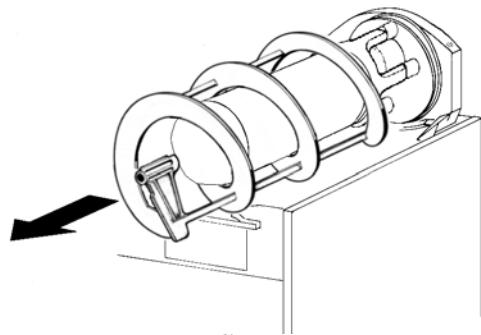
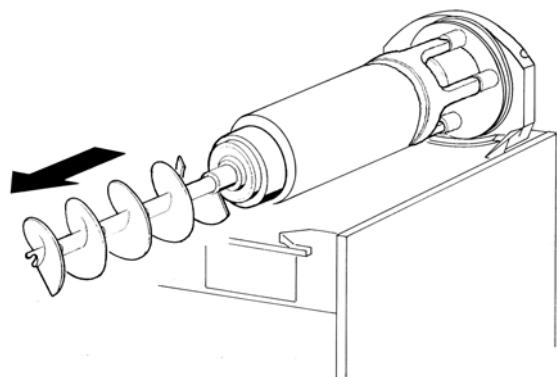

figura 7
figura 8
- 3 Desenfilar del evaporador el rascador exterior (ver figura 7) y después el rascador interior (ver figura 8).